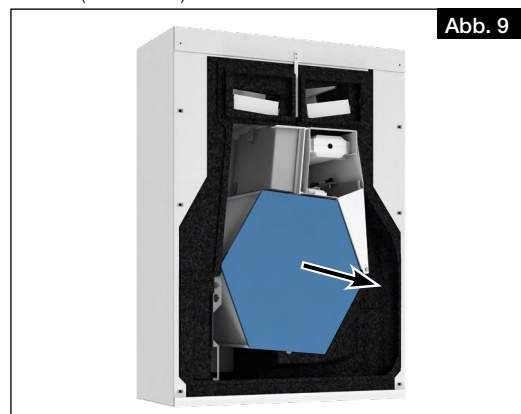

Abb. 9
2. Zur Reduzierung des Gewichts den Wärmetauscher aus dem Gerät entnehmen (s. Abb. 9).